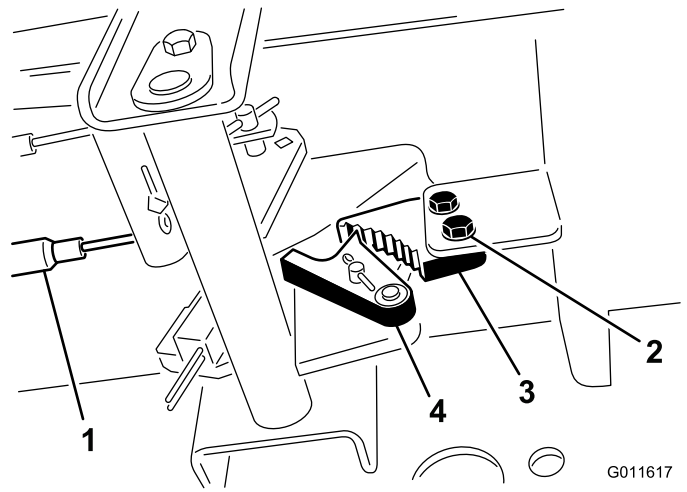

Figura 36
1. Afloje los 2 tornillos que fijan el trinquete del freno de estacionamiento al bastidor (Figura 36).
2. Pise el pedal del freno de estacionamiento hacia adelante hasta que la uña se engancha a fondo en el trinquete del freno (Figura 36).